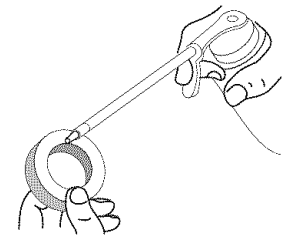

Fig. 15
3. Mientras que firmemente sostiene el accesorio, empujelo derecho en el acoplador hasta el botón liberador (Fig. 12) se encaja a presión hacia el agujero primario (Fig. 12). El agujero primario está en el lado opuesto del acoplador de la perilla (Fig. 15). La alineación del botón de desconexión con el hueco de guía facilitará la instalación (Fig. 12).
- (Fig. 15).